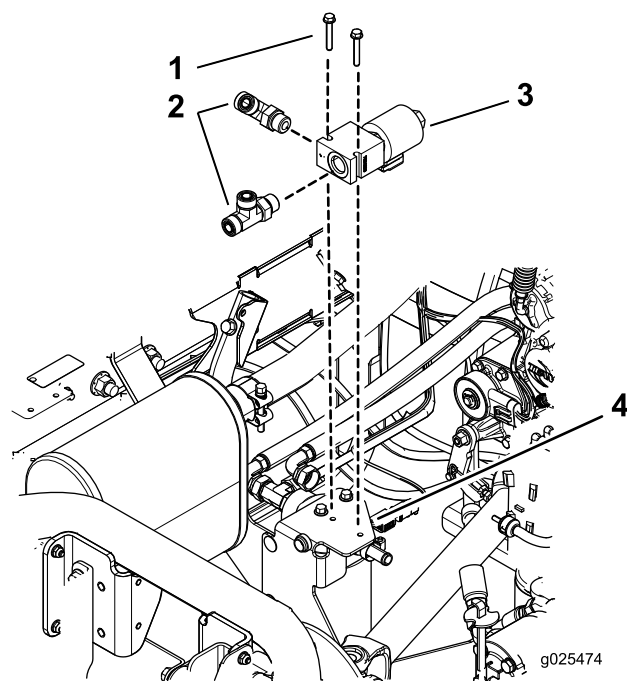

図 8
1. マニホルドにT字フィッティングを仮付けする図 8。
2. フレームブラケットにマニホルドを取り付けるフランジボルト $\frac{1}{4} \times 1\frac{1}{8}$ "2本を使用する図 8。